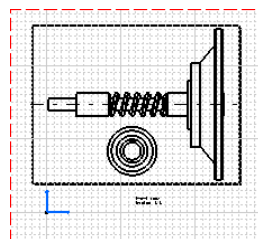

图 6-280
- » 步骤09 单击 Update (更新) 图标 , 如图 6-280 所示, 只有被链接的三维组件才被投影到视图中。